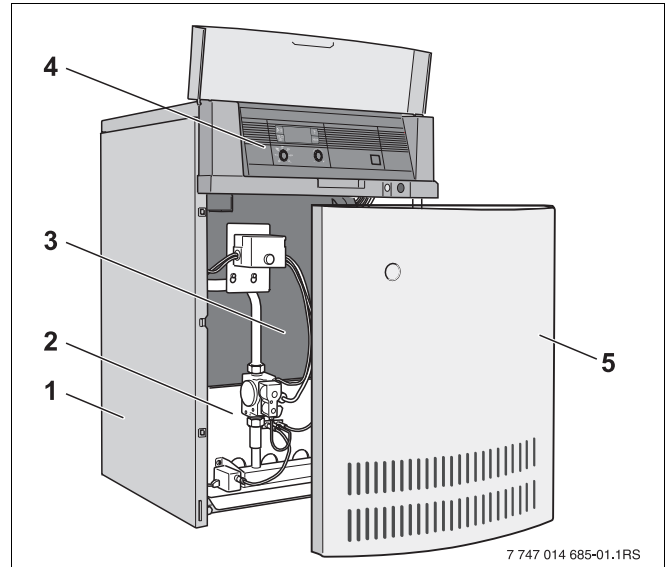

Abb. 1 Gas-Spezialheizkessel SG 14 A
Der Gas-Spezialheizkessel SG 14 A (Abb. 1) ist werkseitig komplett mit integriertem Gasbrenner und Regelgerät ausgestattet.
Die Hauptbestandteile des Gas-Spezialheizkessels SG 14 A (Abb. 1) sind:
- Kesselblock mit Wärmeschutz (Abb. 1, **Pos. 3**) und Gasbrenner (Abb. 1, **Pos. 2**).
- Kesselmantel (Abb. 1, **Pos. 1**) und Kesselvorderwand (Abb. 1, **Pos. 5**).
- Regelgerät (Abb. 1, **Pos. 4**).